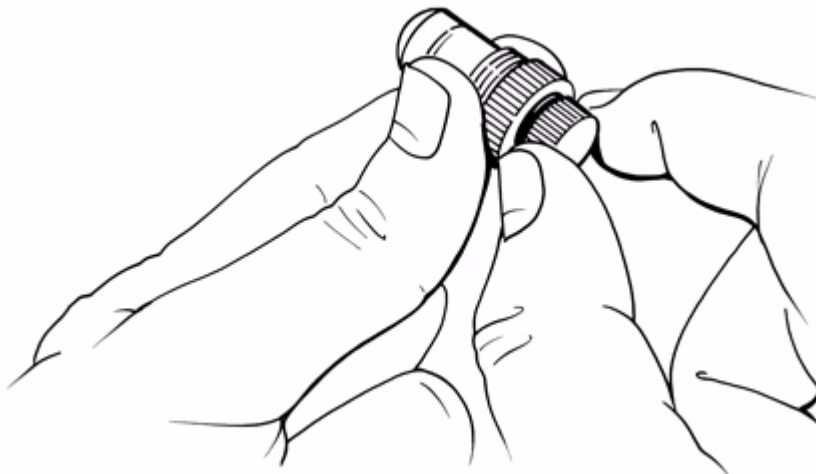

Figura B-3. Ajuste de la profundidad del estilete.
**Paso 2:** Sostenga el soporte del estilete como se muestra en la imagen (Figura B-3) para realizar el ajuste.